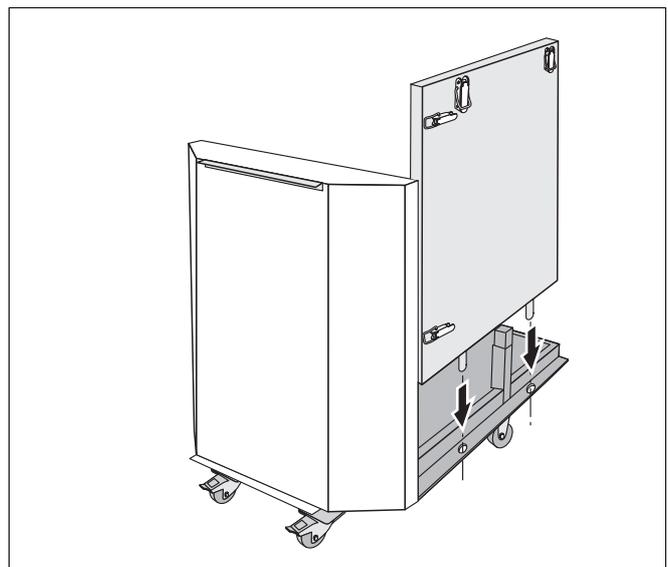

Рис. 8 Установка боковых стенок
- Вставьте шпильки боковых стенок в отверстия в опорной плите (рис. 8).